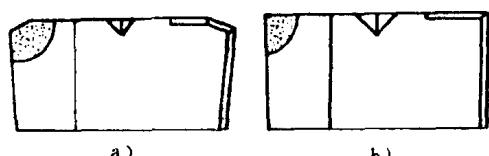

图1-3 双刃镗刀
2) 双刃镗刀 分为通孔和不通孔两种镗刀，见图1-3。双刃镗刀有不同规格，其刀体上有中心定位的缺口，将它装夹在相应的有中心定位的镗刀杆上，可镗削成不同的孔径尺寸（每一把镗刀的刀体上都标有加工尺寸，在加工时可选用），一般作半精镗孔用。孔径双刃镗刀加工后，将留0.1mm的余量作精加工用。